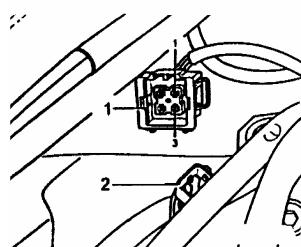

图 3-20 拔下冷却液温度传感器的四针插头
(4) 显示区域 3 中显示值为冷却液温度值。如果显示值恒为约 -46 或 141°C , 拔下冷却液温度传感器 (G62) 的四针插座 (如图 3-20), 用辅助导线跨接端子 1 和 3, 若屏幕显示值变为正常, 则更换冷却液温度传感器; 若仍不正常, 检查传感器到控制单元、到蓄电池及接地的导线是否连接良好, 如果导线中未发现故障, 更换发动机 ECU。